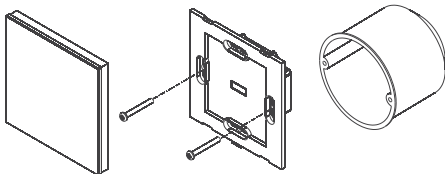

Рисунок 2.
- 3.4. Зафиксируйте корпус панели в монтажной коробке (Рис. 2).